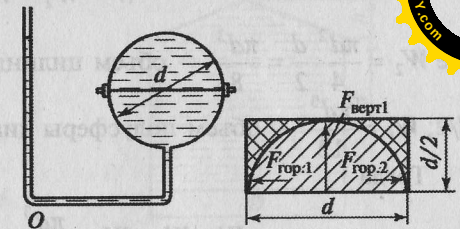

Рис. 3.19
**Задача 3.19.** Уровень жидкости в пьезометре находится на той же горизонтальной плоскости, что и верхняя точка сферического резервуара с жидкостью плотностью  $\rho = 1000 \text{ кг/м}^3$ . Две полусферы диаметром 2 м связаны болтами (рис. 3.19). Определить силу  $P$ , действующую на все болты, если  $P = F_{верт1} + F_{верт2}$ .